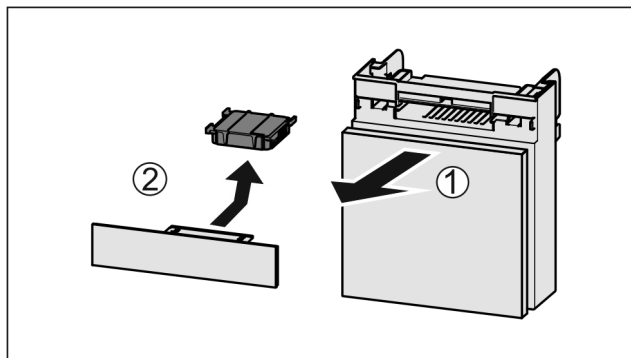

Fig. 147
- Predal izvlecite Fig. 147 (1) naprej.
- Odstranite Fig. 147 (2) aktivni ogljeni filter.